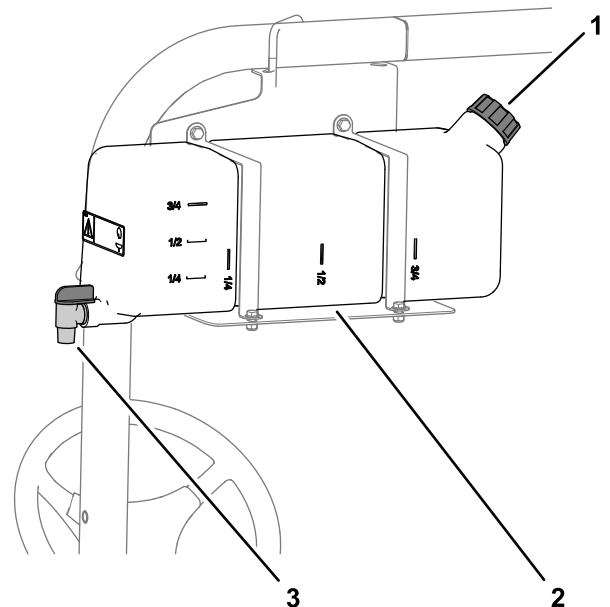

Figure 18
- Pour remplir le réservoir, dévissez le bouchon situé sur le dessus, remplissez-le d'eau douce puis revissez le bouchon en place (Figure 18).
- Pour ouvrir le robinet du réservoir d'eau douce, tournez le levier sur le robinet (Figure 18).